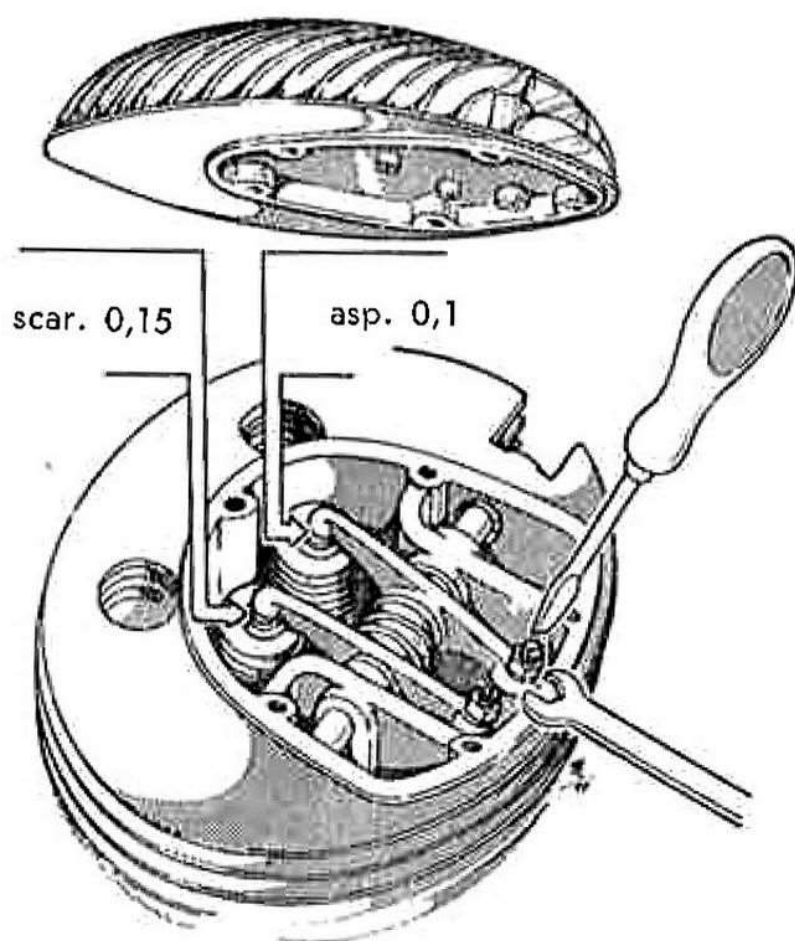

Fig. 13
2. Registrare il gioco tra bilancieri e valvole (vedi fig. 13).